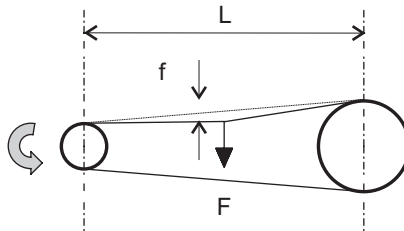

Figura 2- Control de la tensión de las correas
- Aplicar una fuerza F perpendicular al tramo libre en medio de forma que provoque una flecha f en la correa igual a 1,6 mm por 100 mm de longitud de tramo libre (figura 2);